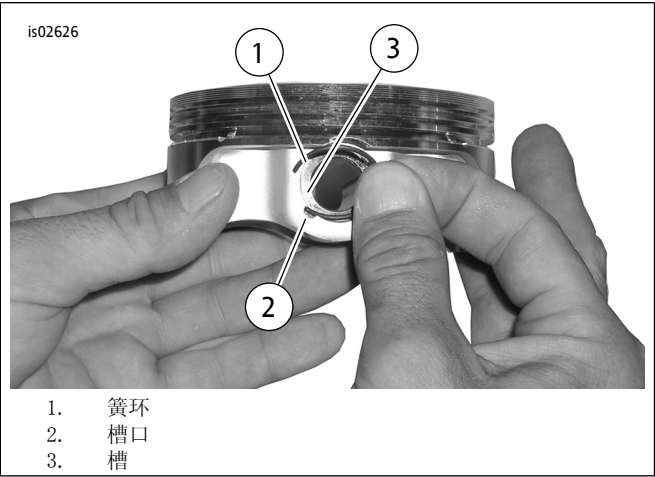

图3。簧环与活塞
- 1. 参见图3。 将簧环（1）的开口端插入活塞销凸台周围槽（2）的槽口（3），并使其间隙在安装后位于垂直向上或垂直向下位置。